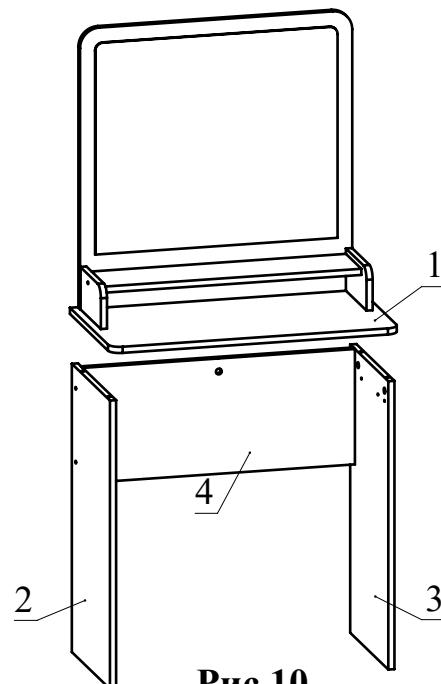

Рис.10
- Установите полученную сборку на детали 2, 3, 4 и зафиксируйте, повернув конфирматным ключом головки минификсов по часовой стрелке до упора (Рис. 10).